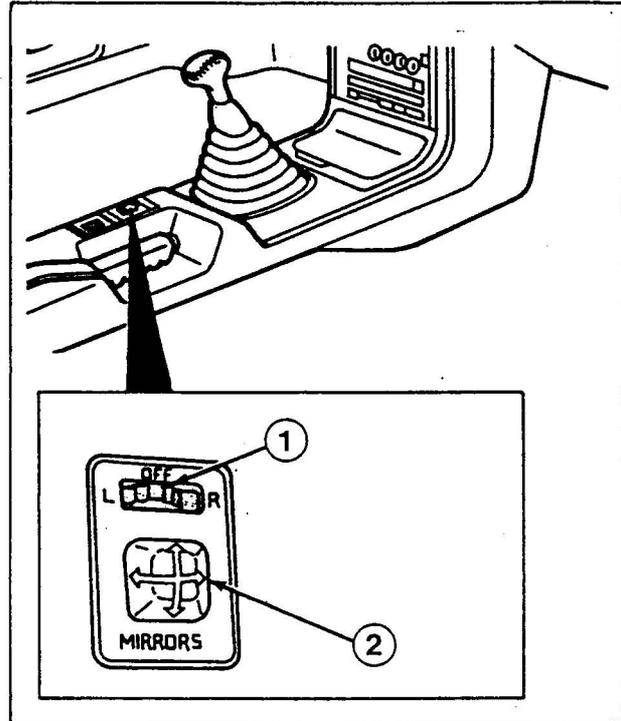

Bild 41/3 Schalter, Einstellung Außenspiegel
- Die Außenspiegel sind elektrisch verstellbar. Die Einstellung erfolgt über zwei Schalter, die auf der Mittelkonsole angebracht sind (siehe Bild 41/3).